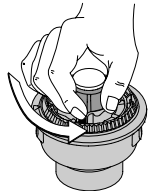

Fig. 23
1. Tenez la bobine extérieure et dévissez le bouton de butée à gauche (Fig. 23).